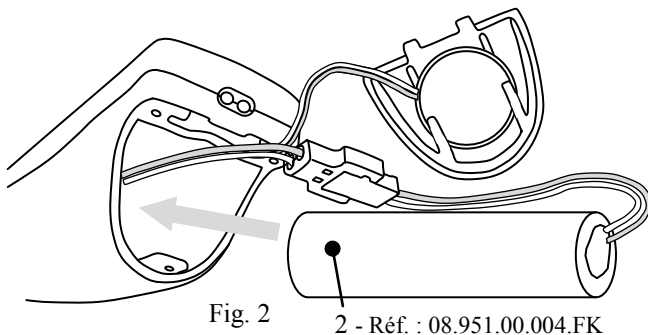

Fig. 2
! Let op: trek niet aan het batterijklepje -> risico op beschadiging van de draden van de zoemer. (Fig. 2)
- 2 - Remettre la batterie dans son logement. Ne jamais forcer pour insérer la batterie. (Fig. 2)
- 2 - Reinstall the battery in its compartment. Never force the battery to insert it. (Fig. 2)
- 2 - Introducir la batería en su alojamiento. No forzar nunca para introducir la batería. (Fig. 2)